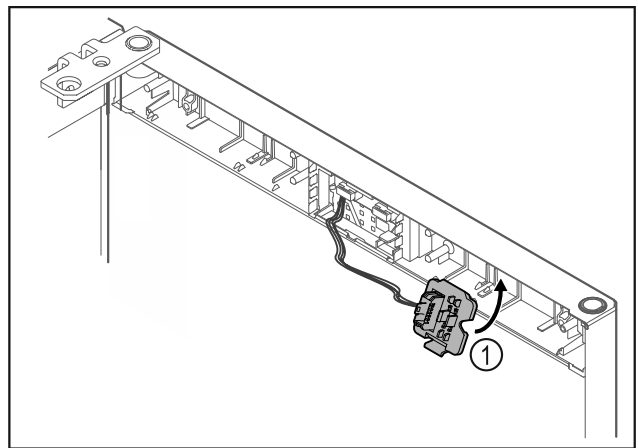

Fig. 15
- ▶ Pattintsa be a dugófoglalatot Fig. 15 (1) az ellenkező oldalon.